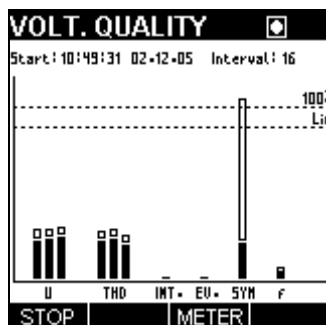

Рисунок 9.3: Экран VOLTAGE QUALITY RUN
В функции Качество напряжения сохраняются и оцениваются следующие параметры: U_{avg} , провалы, выбросы, прерывания, частота, THD и несимметрия. Все они рассчитываются в соответствии с международным стандартом EN 50160:1999 “Характеристики напряжения электричества, поставляемого общественными распределительными сетями”. Обратитесь к разделу 15.7 для получения более подробной информации о стандарте EN 50160. Пользователь может установить номинальное напряжение и период интегрирования. Кроме того, пользователь может выбрать стандартные (EN 50160) или пользовательские предельные значения отклонений, выбросов, провалов и прерываний. Во время и после измерения для оценки результатов измерений и проверки их на соответствие стандарту используется гистограмма. На гистограмме могут быть просмотрены следующие параметры (Рисунок 9.3):
Верхняя, незаполненная часть гистограммы напряжения (Рисунок 9.3) представляет собой максимальное отклонение от U_{nom} всех данных (100%). Если данная гистограмма не пересекает 100%-ю линию предела, это означает, что все данные находятся в пределах $+10\%$, -15% . Стандарт EN 50160 дополнительно требует, чтобы все измеренные значения напряжения находились в пределах диапазона $+10\%$, -15% .
- **THD:** представляет суммарный коэффициент гармоник на трех гистограммах (L1, L2, L3), отдельно для каждой фазы. Линии предела (Lim, 100%) отображают 8% отклонений THD. Нижняя, заполненная часть гистограммы представляет 95% данных, а верхняя, незаполненная часть отображает статистику для всех данных. Таким образом, если заполненная часть гистограммы не пересекает линию предела (Рисунок 9.3), это означает, что THD соответствует стандарту EN 50160. Если незаполненная гистограмма не пересекает 100%-ю линию, это означает, что THD составлял менее 8% во время всего процесса регистрации.
данных, а верхняя гистограмма отображает все данные. Если незаполненная часть гистограммы не пересекает линию предела Lim, это означает, что все данные находятся внутри 2%-го диапазона. Следовательно, если заполненная часть гистограммы не пересекает линию предела Lim (Рисунок 9.3), это означает, что несимметрия соответствует стандарту EN 50160. Если незаполненная часть гистограммы не пересекает 100%-ю линию, это означает, что несимметрия составляла менее 2% в течение всего процесса регистрации.
- f: представляет отклонения частоты, линия предела отображает 1% от 50 Гц. Нижняя (заполненная) часть гистограммы (Рисунок 9.3) представляет 95.5% данных, а верхняя часть гистограммы представляет все данные. Если заполненная гистограмма не пересекает линию предела Lim, это означает, что 99.5% данных находится внутри 1%-го диапазона. Если незаполненная гистограмма не пересекает 100%-ю линию на графике, это означает, что отклонения частоты не были более 1% в течение всего процесса регистрации. Следовательно, если заполненная часть гистограммы не пересекает линию предела Lim (Рисунок 9.3), а незаполненная гистограмма не пересекает 100%-ю линию (Рисунок 9.3), то это означает, что частота соответствует требованиям EN 50160.